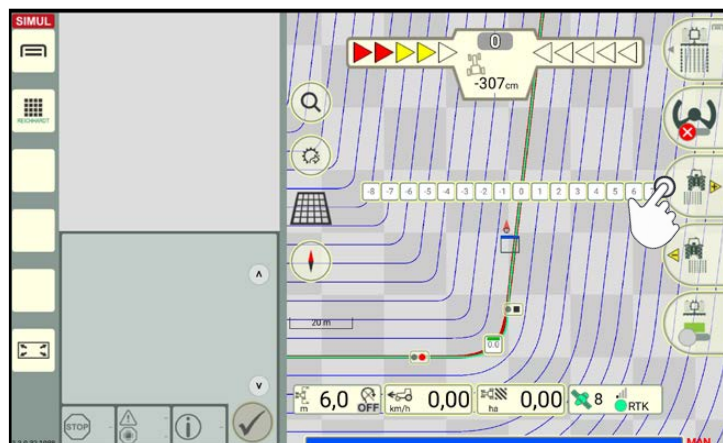

Abb. 109: Parallelspurmuster nach Beenden der Referenzspuraufzeichnung
- für die zuletzt angelegte Referenzspur ein Parallelspurmuster angelegt (siehe Abb. 109);